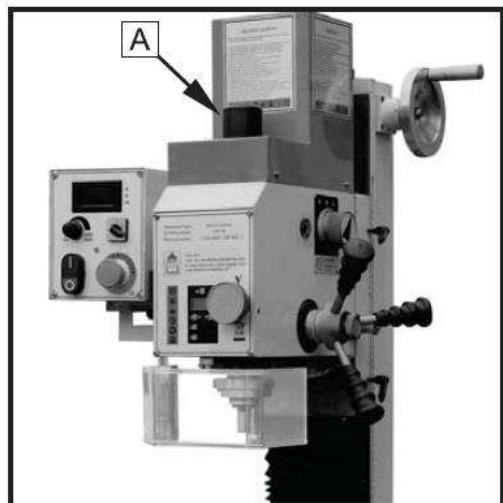

Рис. 14
2. Снимите крышку оправки на кожухе мотора (A, Рис. 14).